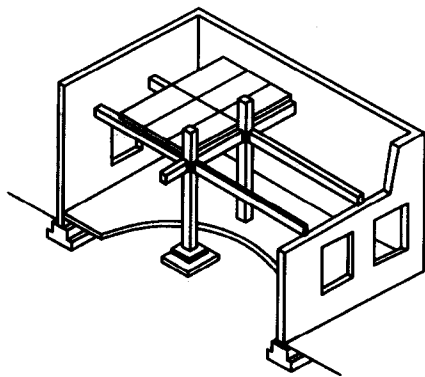

图 1-2 半框架结构
② 半框架结构 这种结构是柱和墙相结合共同承重（图 1-2）。